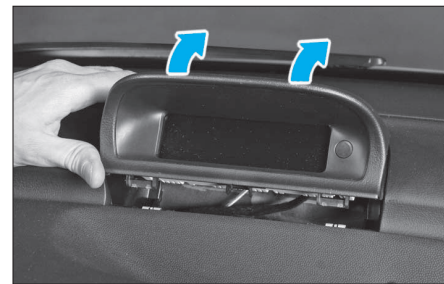

FIG. 26
- Dégrafer l'écran multifonctions en le faisant pivoter vers le haut (voir mouvement indiqué par les flèches) puis débrancher son connecteur avant de le déposer (Fig.26).